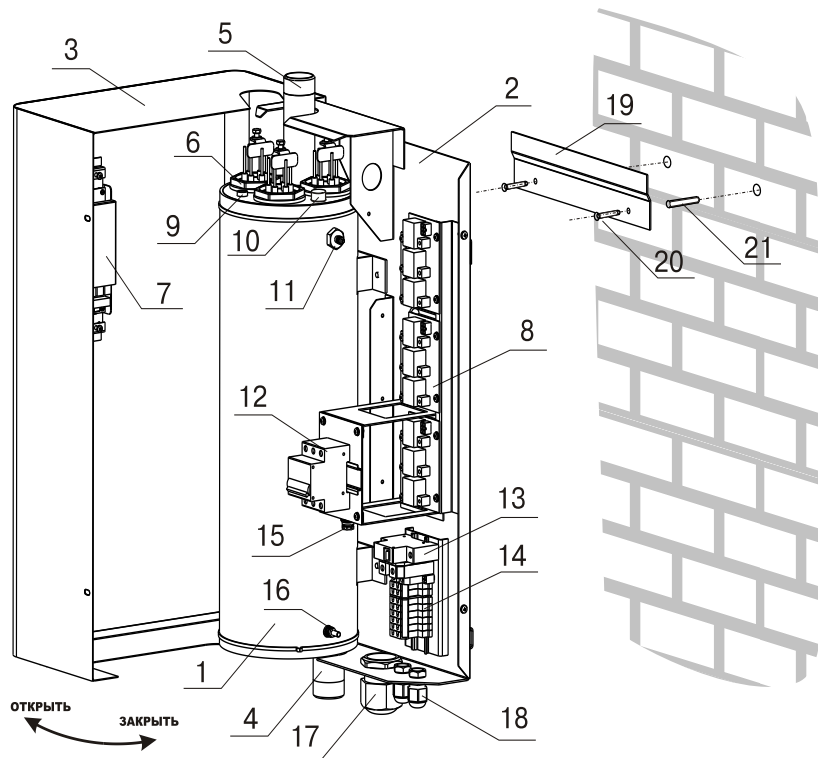

Рис.1 Конструкция электроводонагревателя и способ его крепления к стене
5.1. Электроводонагреватель (Рис.1) состоит из корпуса (1) сварной конструкции с фланцами, патрубком входа воды (4) и патрубком выхода воды (5), имеющих резьбу G1 1/2-В. В верхней части корпуса установлены три блока нагревательных элементов(6), датчик температуры воды(9), датчик перегрева(10) и датчик уровня воды(11). Корпус установлен на основании(2). Защитный кожух (3) выполнен из стального листа и служит для защиты обслуживающего персонала от ожогов и поражения электрическим током. Кожух подвешен на основании при помощи механизма, который позволяет не снимая кожух с электроводонагревателя, открывать и закрывать его в направлении, указанном на Рис.1. При необходимости кожух можно легко снять с основания.
- Закрепить кронштейн крепления на вертикальной поверхности в необходимом месте с помощью шурупов, входящих в комплект и установить на него водонагреватель как показано на Рис.1.
- Открыть кожух (3) как показано на Рис.1, предварительно выкрутив четыре винта крепления кожуха.